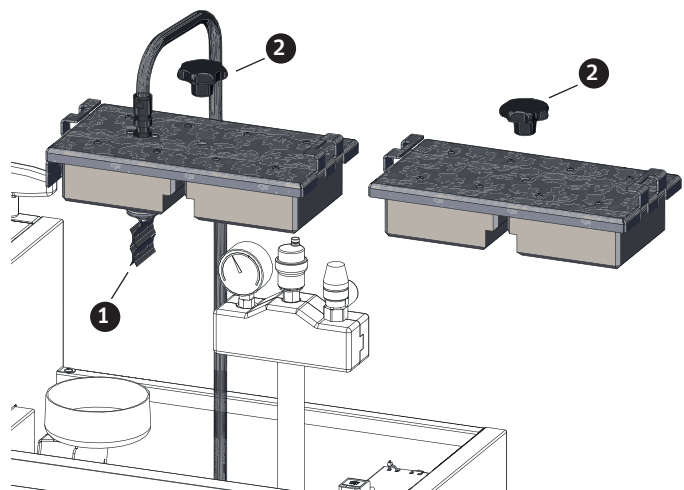

Fig. 63 Verschraubung aufdrehen und Deckel herausheben
- ▶ Verschraubung beim Deckel aufdrehen – Fig. 63.
- ▶ Deckel herausheben, bei Pelletskessel mit elektrostatischem Staubabscheider Kabel **NICHT** abstecken, sondern Deckel vorsichtig zur Seite legen – Fig. 63.